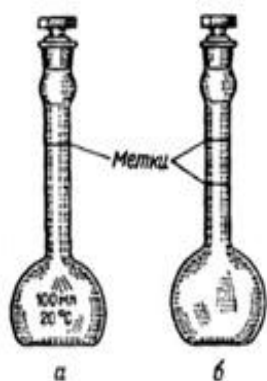

Рис.5 Мерные колбы
**Мерные колбы.** Мерные колбы используют для приготовления растворов определенной концентрации (рис.5). Они имеют узкое горло с одной или несколькими метками, означающими границу отмеряемого объема. Вместимость мерных колб колеблется от 5 мл до 2 л. На каждой колбе указана вместимость (в мл) и температура, при которой проводилась ее калибровка, обычно это 20 °С.
Мерные колбы калибруются на вливание одной кольцевой меткой, т.е. объем жидкости до метки соответствует вместимости колбы. Выпускаются мерные колбы и на выливание. Такие колбы имеют на горле две кольцевые метки, так как объем вылитой жидкости будет несколько меньше отмеренной (рис.5, б). Мерные колбы могут иметь пришлифованные стеклянные пробки, а также резиновые, фторопластовые или полиэтиленовые пробки.